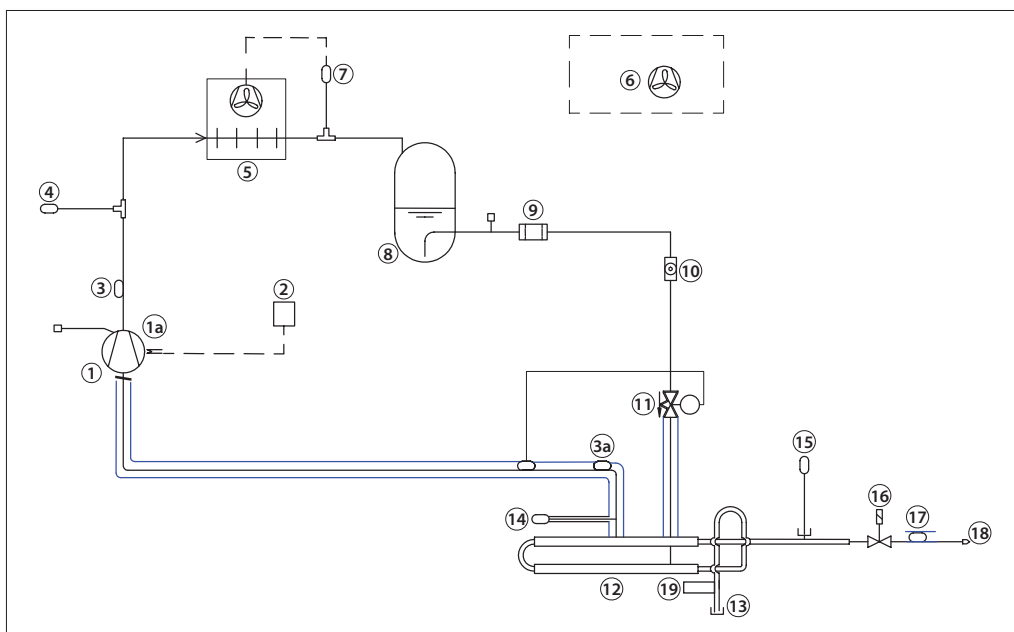

Fig. 1 - Disposizione unità di spurgo R452A
** Vedere Fig. 1 e Fig. 10a
L'unità di spurgo necessita solo di 1 connessione meccanica (vedere fig. 1). L'ammoniaca/i gas N.C. fluiscono dall'impianto principale tramite la flangia per ammoniaca (vedere 13 nella Fig. 1 sottostante), mentre i gas N.C. vengono spurgati tramite il tubo di sfiato a valle del restrittore di spurgo (18).